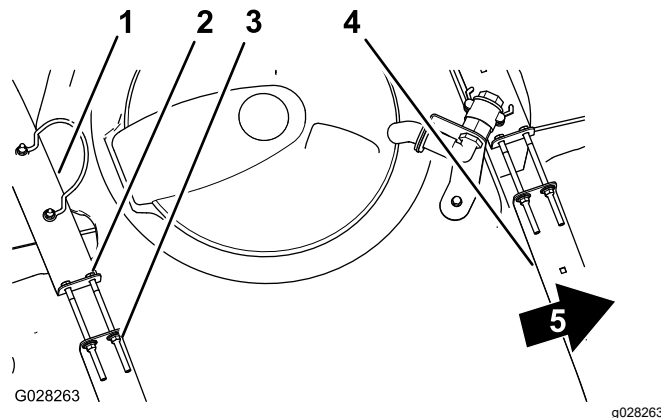

Figure 26
2. Vérifiez qu'il n'y a aucun jeu entre les sangles et la cuve (Figure 26).
que ces dernières soient parfaitement en appui sur la surface de la cuve (Figure 26).